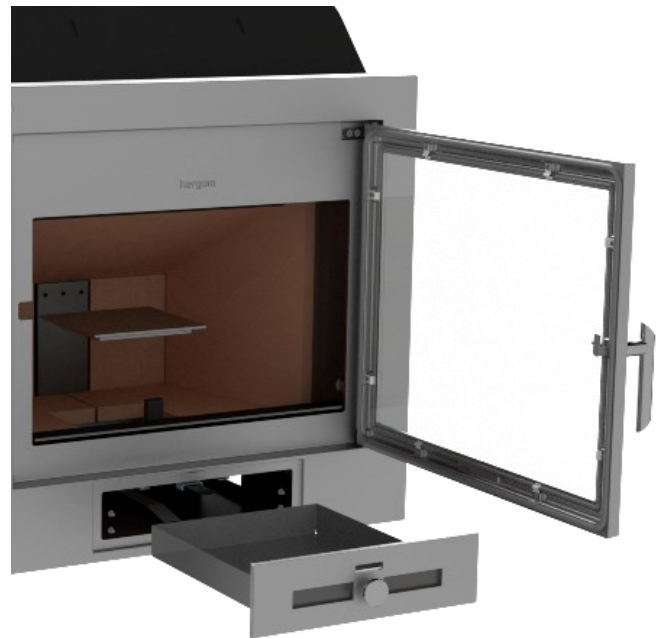
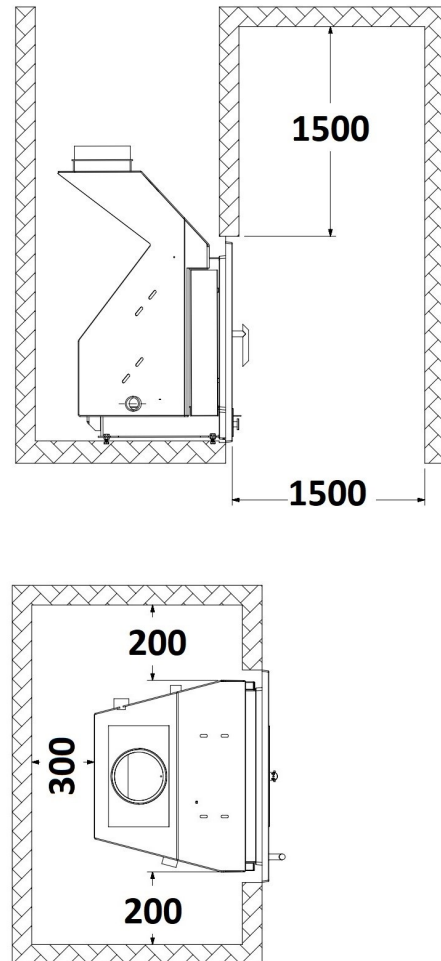

FIG. 7
Fig. 8 - Distances de sécurité (mm)
Cet appareil est fourni d'un cendrier situé au fond du foyer. Extraire la grille en fonte et, moyennant un balai, renverse les cendres sur le cendrier. Fermer la vanne de régulation d'air (Fig. 7), enlève le cendrier et nettoie-le des cendres. (Fig. 8)
1. Lorsque vous installerez le appareil, tenez compte des distances de sécurité nécessaires du foyer et de la cheminée par rapport aux surfaces combustibles (parois de bois ou tapissées, sol en bois, meubles, rideaux, vêtements, etc.) Ces mêmes distances doivent être respectées lorsque le revêtement des parois ou des zones proches est susceptible de détérioration ou de déformation sous l'effet de la température (vernis, peintures, PVC, etc.). **Fig. 8**